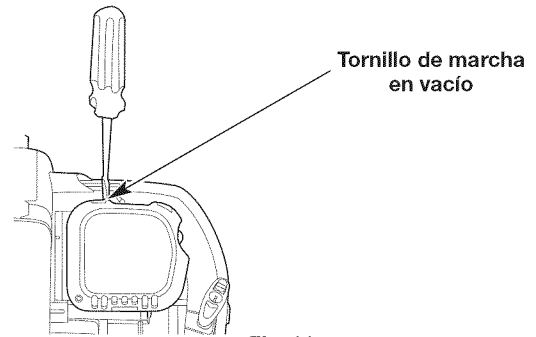

Fig. 20
2. Mueva el control de crucero a la posición LENTO (SLOW) y deje que el motor funcione en marcha en vacío. Si el motor se apaga, use un destornillador pequeño Phillips para girar el tornillo de marcha en vacío en el sentido de las agujas del reloj, dándole 1/8 de vuelta cada vez (según sea necesario), hasta que el motor funcione en marcha en vacío sin inconvenientes (Fig. 20).
3. Si el motor entra en marcha en vacío muy rápidamente, gire el tornillo de marcha en vacío en sentido contrario a las agujas del reloj 1/8 de vuelta cada vez (según sea necesario) para reducir la marcha en vacío (Fig. 20).